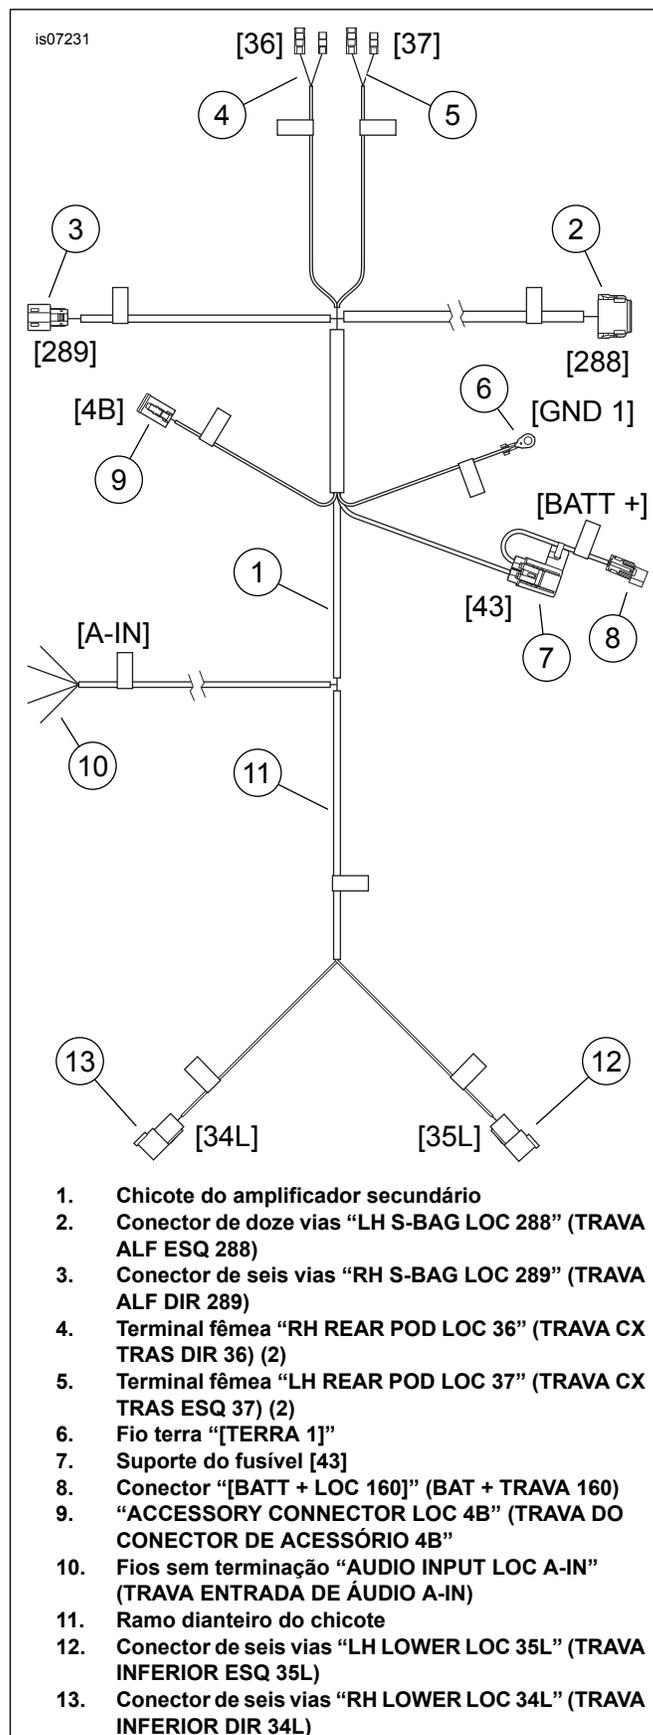

Figura 6. Chicote do amplificador secundário
2. Veja Figura 6. Acople o conector de doze vias (2), identificado como “LH S-BAG LOC 288” (TRAVA ALF ESQ 288) no receptáculo do alforje esquerdo (consulte Figura 3, item 1). O conector tem um recurso chave para impedir a montagem incorreta. Escutando um “clique” bem nítido.
3. Passe o chicote ( Figura 6, item 1) para a frente do para-lama traseiro. Use as abraçadeiras do kit para prender esse ramo do chicote na parte traseira superior do suporte do alforje de modo a deixar o chicote frouxo na traseira para que se possa alcançar o alforje confortavelmente.
3. Coloque o chicote de fios ( Figura 6, item 1) na área abaixo do assento. Passe o conector de 12 vias (2), identificado como “LH S-BAG LOC 288” (TRAVA ALF ESQ 288) por baixo das travessas do quadro intermediário do veículo e sob o ressalto do elemento de fixação da carenagem do lado esquerdo.
6. Passe o restante do chicote de fios ( Figura 6, item 1) para frente. Use as abraçadeiras de cabos do kit para prender o ramo do chicote de fios ao quadro do veículo.
2. Veja Figura 6. Corte os fios verde e verde-claro/marrom das cavidades 5 e 6 do conector Molex de seis vias (3) identificado como "RH S-BAG LOC 289" (TRAVA ALF DIR 289) do chicote do amplificador secundário. Recicle ou descarte adequadamente o conector. Instale dois terminais fêmea Deutsch (peça N.º 72191-94, comprados separadamente) nas extremidades dos fios de acordo com o Manual de serviço.